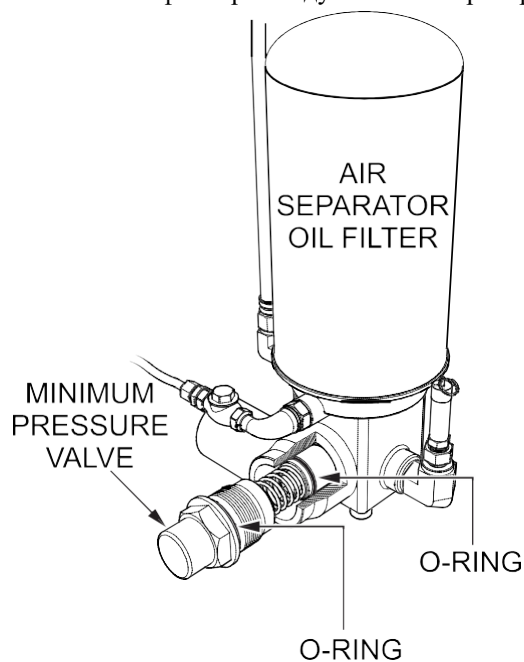

Рисунок 32. Клапан минимального давления
1. Снимите клапан минимального давления (Рисунок 32) с масляного фильтра воздушного сепаратора.